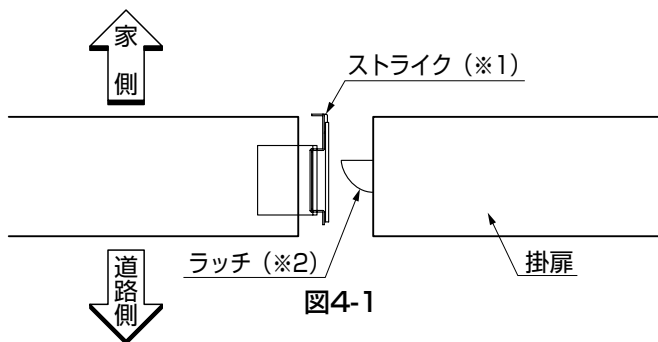

図4-1
- 内開きの場合は、ストライクの曲げ側(※1)が家側に、外開きの場合は道路側に向けて取付けてください。(図4-1参照)